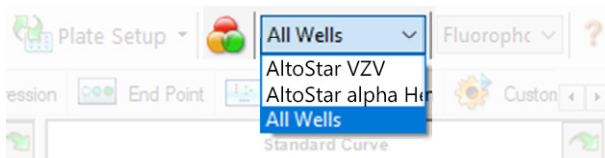

Abb. 4: Schaltfläche und Dropdown-Menü Well Group (Well-Gruppe)
Achten Sie darauf, im Fenster Data Analysis (Datenanalyse) die **Well Group** (Well-Gruppe) des AltoStar® VZV PCR Kit 1.5 auszuwählen. Klicken Sie dazu auf das Dropdown-Menü **Well Group** (Well-Gruppe) rechts neben der Schaltfläche **Well Group** (Well-Gruppe) (siehe Abbildung 4) in der Menüleiste. Verwenden Sie nicht die „All Wells“ (Alle Wells) **Well Group** (Well-Gruppe). Die Auswahl in Abbildung 4 wird als allgemeine Beispielansicht verwendet.
1. Achten Sie darauf, im Fenster Data Analysis (Datenanalyse) die **Well Group** (Well-Gruppe) des AltoStar® VZV PCR Kit 1.5 auszuwählen. Klicken Sie dazu auf das Dropdown-Menü **Well Group** (Well-Gruppe) rechts neben der Schaltfläche **Well Group** (Well-Gruppe) (siehe Abbildung 4) in der Menüleiste.